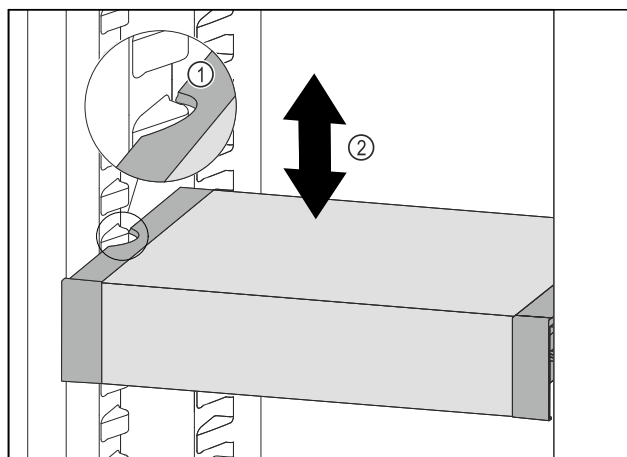

Fig. 132
- Pavelciet VarioSafe uz priekšu, līdz VarioSafe sānu padziļinājumi atrodas tvertnes ribas augstumā ledusskapja nodalījumā. Fig. 132 (1)
- Pārvietojiet VarioSafe ledusskapja nodalījumā uz augšu vai uz leju, līdz ir sasniegts vajadzīgais augstums. Fig. 132 (2)